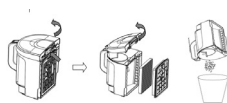

Fig. 3
3. Apăsăți butonul de golire, scoateți capacul recipientului pentru praf (Fig. 3) și goliți praful în coșul de gunoi.
2. Scoateți caseta cu filtru și textil SMS și filtru din burete (Fig. 3).